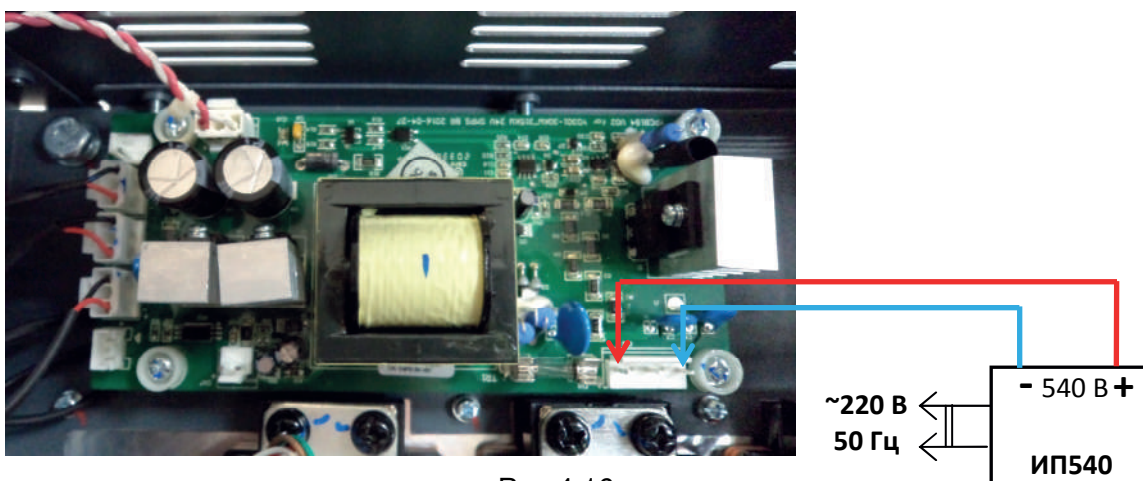

Рис.4.16
- 4.10.20. Присоединить к контактам разъёма CN1 питания вентиляторов, провода источника ИП540, соблюдая полярность (рисунок 4.16).